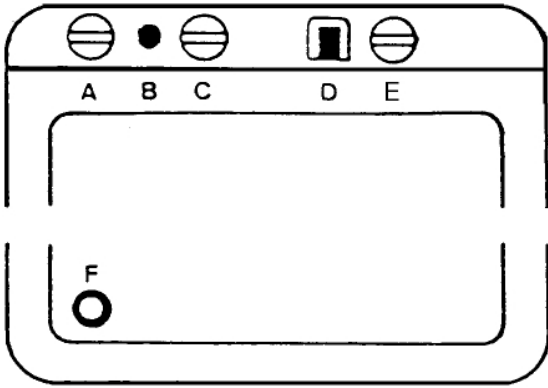

Fig. 1
8. Replacing the burner-jet (E Fig. 1 2)